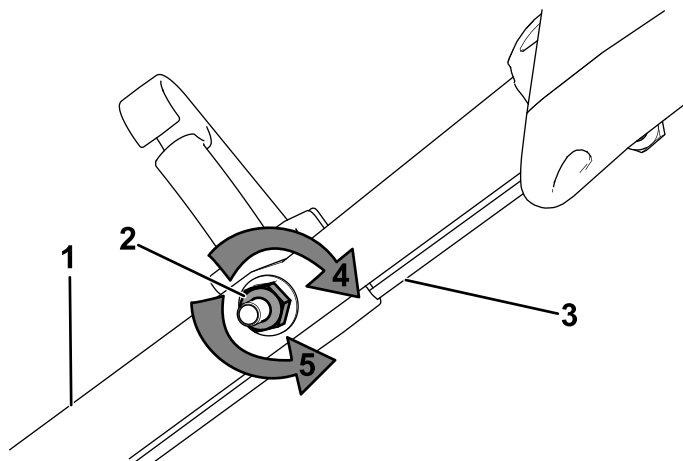

Figura 31
1. Rotiți piulia de reglare în sens invers acelor de ceasornic pentru a slăbi cablul (Figura 31).
2. Ajustați tensionarea cablului (Figura 31) trăgându-l în spate sau în față și menținând poziția.